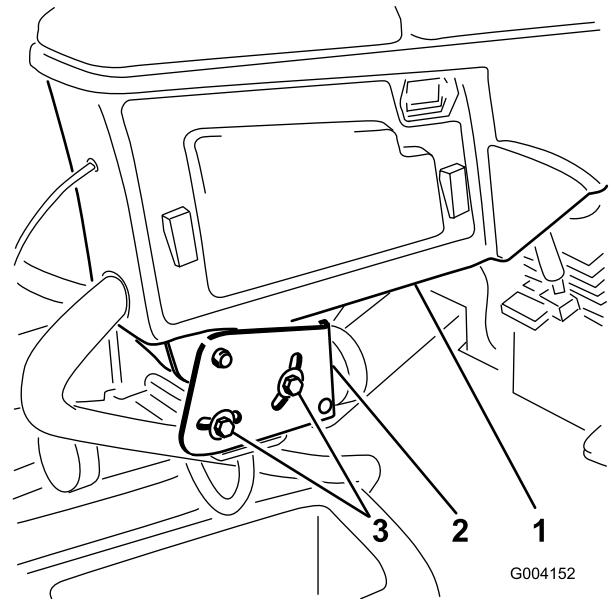

**Bild 3**
1. Lösen Sie die zwei Schrauben, mit denen der Steuerarm an der Befestigungshalterung befestigt ist (Bild 3).